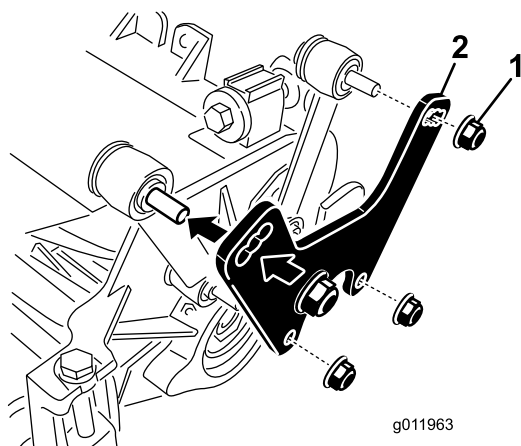

Figure 9
1. Retirez les écrous et rondelles qui fixent les biellettes de relevage à la plaque latérale du plateau de coupe et au châssis porteur (Figure 9).